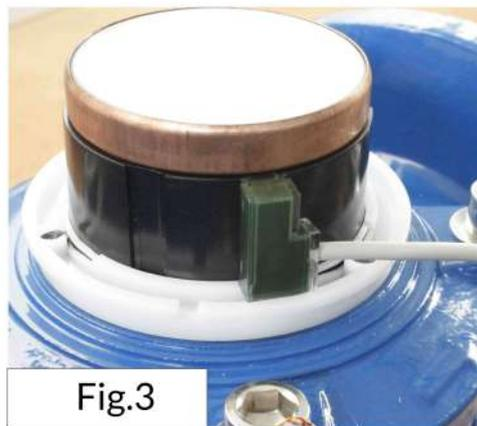

Fig.3
- 4) inserire il sensore REED SWITCH, con il filo rivolto verso la parte inferiore, nella sede pos.B come in Fig. 3 e assicurarsi che sia completamente aderente sul lato quadrante e che vada in battuta alla sua base;